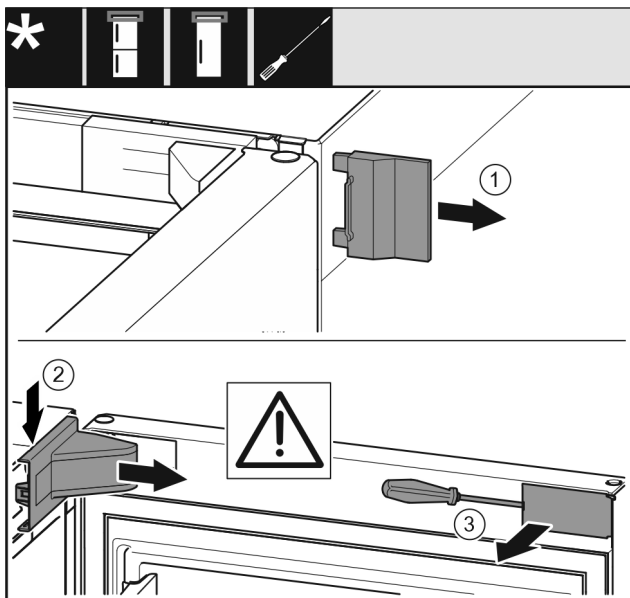

Fig. 8
► Зніміть зовнішню кришку. Fig. 8 (1)
► Звільніть і ослабте кришку опорного кронштейна. Зніміть кришку опорного кронштейна. Fig. 8 (2)
► За допомогою шлицевої викрутки звільніть від фіксатора та поверніть убік накладку. Fig. 8 (3)